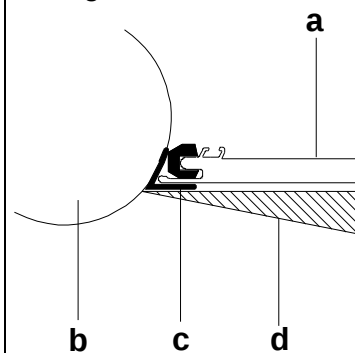

Fig. 2
7. **Appiattire** il tetto salendo nell'imbarcazione e tirando le rizze verso l'alto per evitare che il tessuto si incastri [Fig. 2].